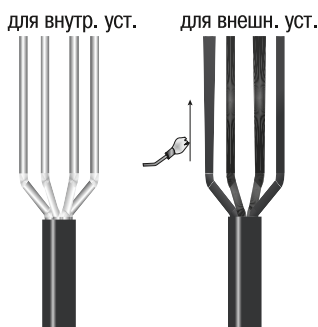

Рисунок 2
- 4.3 Для муфт внутренней установки (рисунок 2): развести жилы с радиусом не менее десятикратного диаметра жилы.
- 4.4 Для муфт внешней установки (рисунок 2):